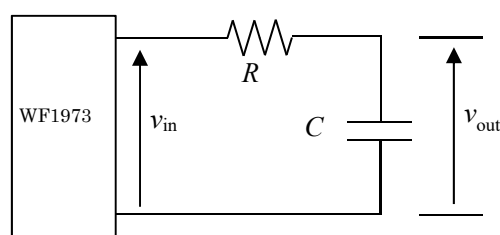

図 1 RC 回路
予習3: 例題 8 では RC 回路 (4 ページの図 1) の入力電圧, 出力電圧の周波数特性を測定する。そこで LTSpice を用いて周波数に対する入力電圧, 出力電圧の特性をシミュレートせよ。グラフの縦軸は [V] にすること。
- 例題 8 のプログラムを使用して，図 1 の RC 回路における入力電圧 v_{in} ，出力電圧 v_{out} 各々の周波数特性（100 Hz～100kHz）を測定し，フィルター特性（ v_{out} / v_{in} の周波数特性）を評価せよ。なお $R = 51 \Omega$, $C = 1\mu\text{F}$ の場合， $R = 5.1 \text{ k}\Omega$, $C = 0.01\mu\text{F}$ の場合の 2 種類について測定を行うこと。